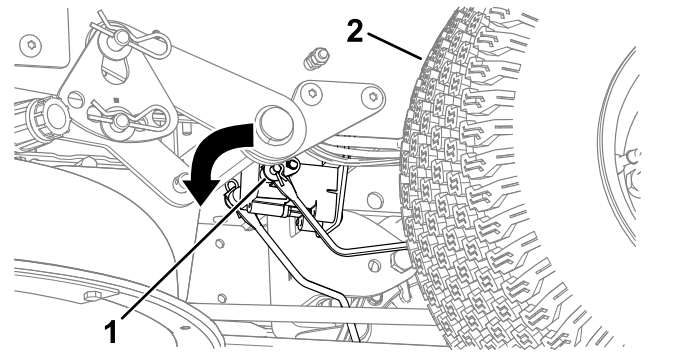

Figura 51
3. Localizați la frâna electrică arborele la care sunt conectate braele de cuplare (Figura 51).